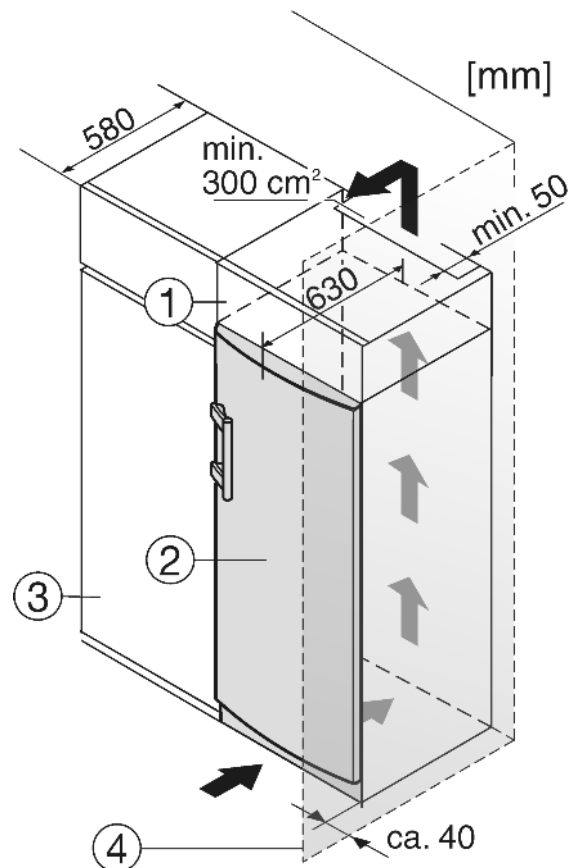

Fig. 9
- (1) Opbouwkast
- (2) Apparaat
- (3) Keukenkast
- (4) Wand
Het apparaat Fig. 9 (2) kan worden ingebouwd in de keuken. Om het apparaat aan de hoogte van het keukenblok aan te passen, kunt u er een passende opbouwkast Fig. 9 (1) op plaatsen.
Bij ombouw met keukenkasten (max. diepte 580 mm) kan het apparaat direct naast de keukenkast Fig. 9 (3) worden opgesteld. De apparaatdeur springt opzij 34 mm en in het midden van het apparaat 50 mm uit ten opzichte van het keukenkastfront. Hierdoor is de deur zonder problemen te openen en sluiten.
Plaats u het apparaat met de scharnierkant naast een muur Fig. 9 (4), dan moet de afstand tussen apparaat en muur minstens 40 mm bedragen. Dit in verband met het uitsteken van de deurgreep bij een geopende deur.